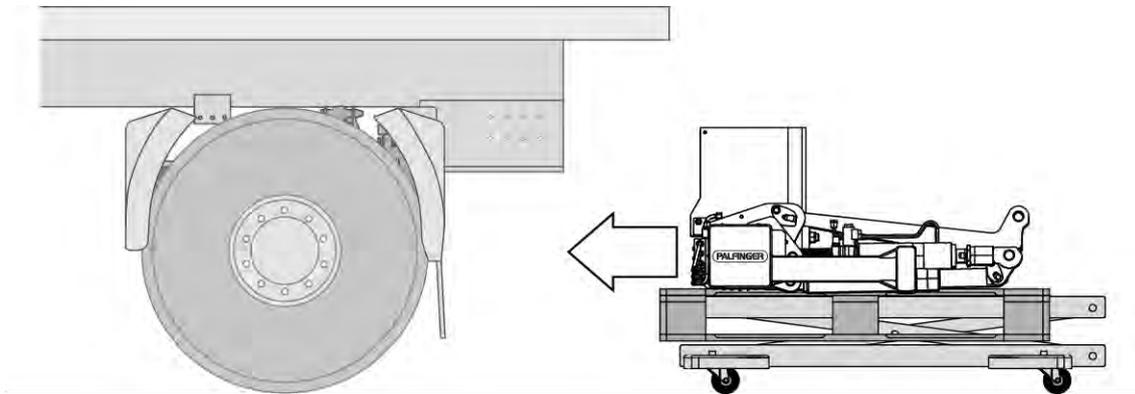

Figure 13 : Positionnement du mécanisme de levage
- ▶ Positionnez le mécanisme de levage avec précaution sous le véhicule (voir Figure 13).